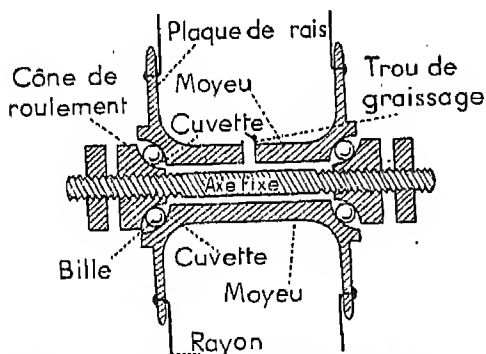

Fig. 2. — Axe, moyeu, roulement à billes de la roue avant d'une bicyclette.
a) L'axe est un petit cylindre d'acier, fileté à chaque bout, ce qui permet d'y serrer solidement, entre deux écrous, les extrémités de la fourche de direction (fig. 2).